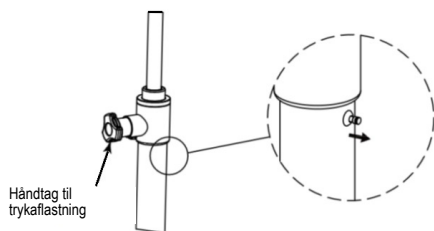

Fig. 5
3. Kran ned ad bakke: Drej trykudløserhåndtaget mod uret (fig. 5), slip håndtaget, og overtryksventilen lukker automatisk.